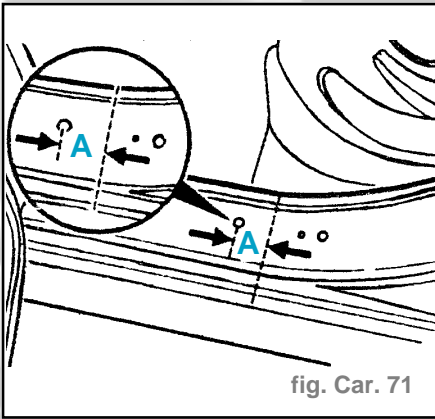

fig. Car. 71
- Déterminer et tracer la ligne de découpe devant le panneau d'aile (fig. Car. 71)